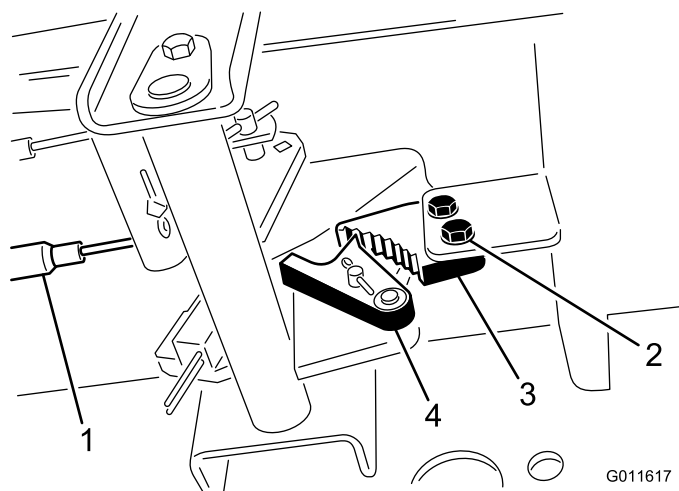

Figure 75
1. Desserrez les 2 vis qui fixent le cliquet du frein de stationnement au châssis (Figure 75).
2. Appuyez sur l'avant de la pédale du frein de stationnement jusqu'à ce que le verrou s'engage complètement sur le cliquet du frein (Figure 75).